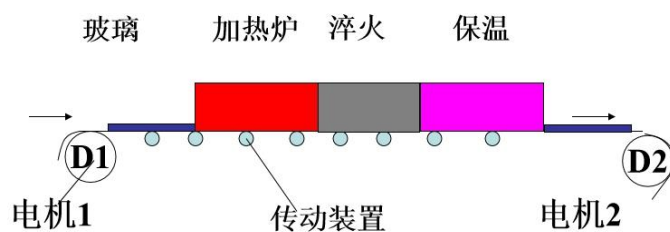
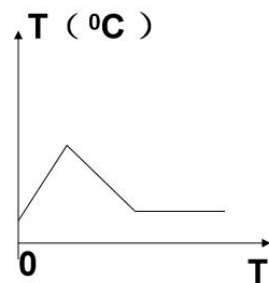

图 2 钢化玻璃生产示意图
图 3 玻璃温度变化曲线
2、钢化玻璃生产示意图如图 2。传送带上的玻璃在电机的拖动下被送到加热炉加热，加热炉的炉温与时间成一定的斜率变化。加热一定时间后，玻璃被送到淬火炉按一定斜率急冷淬火一段时间，最后玻璃被送到保温炉保温一段时间，变为钢化玻璃。假设玻璃温度变化曲线如图 3。控制器采用西门子可编程控制器。回答下列问题。